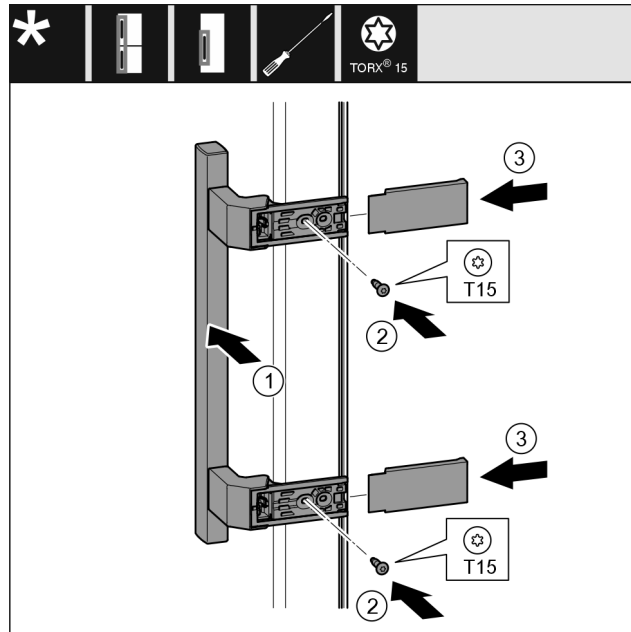

Fig. 21
- Placer la poignée Fig. 21 (1) du côté opposé.
- Serrer les vis Fig. 21 (2) avec un tournevis.
- Placer les caches Fig. 21 (3) sur le côté et les faire glisser.